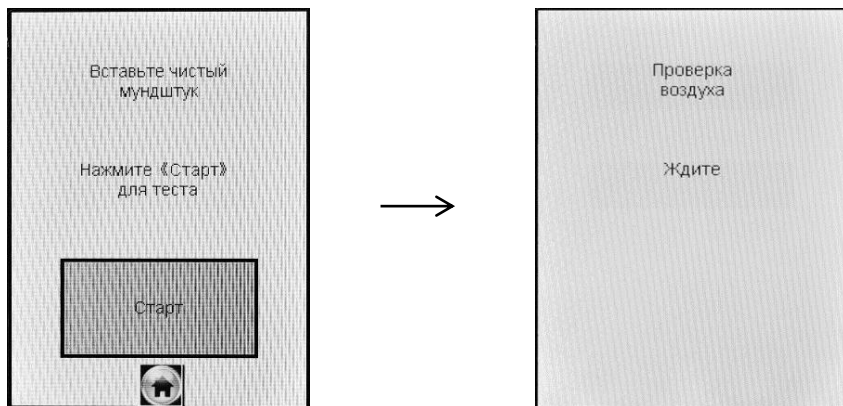

Рисунок 12 – Начало процедуры измерений
2.7.6 Когда данные всех полей будут введены, на экране появится окно с сообщением «Вставьте чистый мундштук» (рисунок 12, слева).
При нажатии на кнопку «Старт» происходит отбор пробы воздуха для выполнения автоматической проверки отсутствия этанола и других компонентов, которые могут оказать влияние на показания анализатора, в окружающем воздухе, в заборной системе анализатора и в мундштуке (рисунок 12, справа):